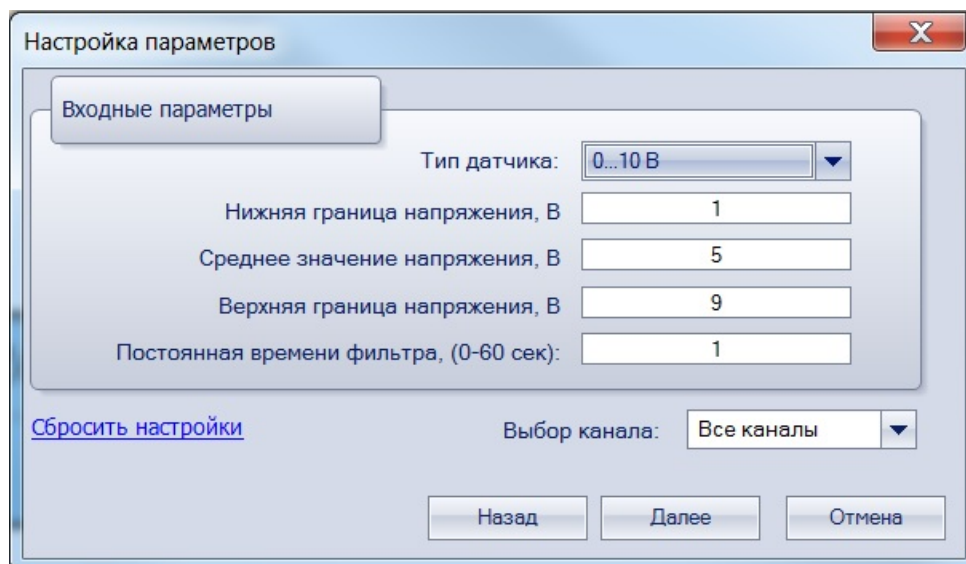

Рисунок 8.5 – Меню настройки параметров
3. Далее в окне «Настройка параметров» выбрать значение параметра «Тип датчика» «0...10 В» для юстирования датчика с выходом в виде напряжения или «4...20 мА» для юстирования датчика с выходом в виде тока (см. рисунок 8.5).